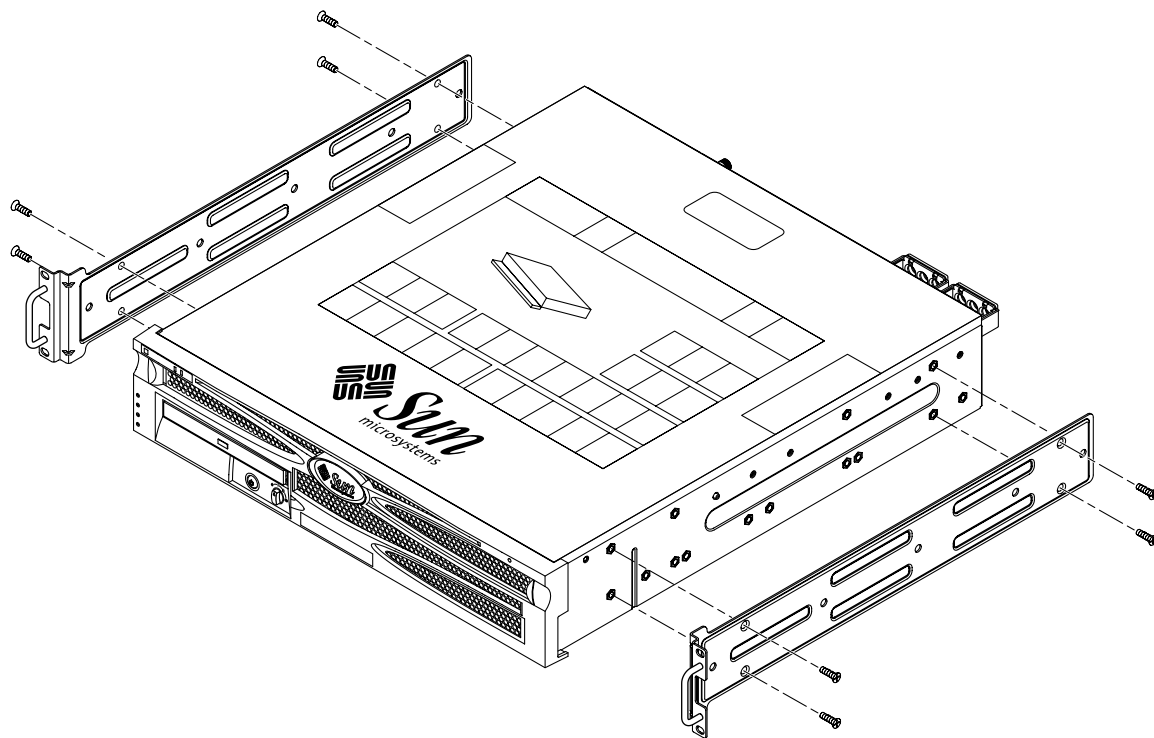

図 3-7 サーバーへのハードマウント固定部品の取り付け
2. 付属の M5×8 mm プラスの皿頭ねじを各固定部品に 4 本ずつ (合計 8 本) 使用して、ハードマウント固定部品をサーバーの側面に取り付けます (図 3-7 を参照)。